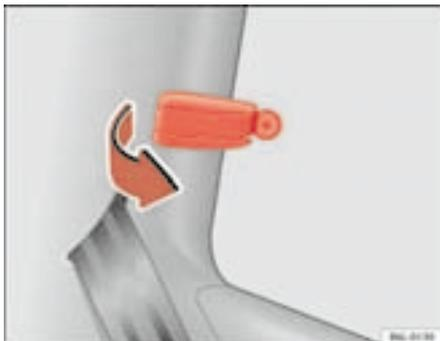

Fig. 52 Palanca de bloqueo de las ventanillas deflectoras mecánicas
- Tire de la palanca de bloqueo ⇒ fig. 52 hacia delante en la dirección de la flecha y, al mismo tiempo, empújela hacia fuera hasta que encastre. La palanca encastra estando la ventanilla medio abierta o abierta por completo.